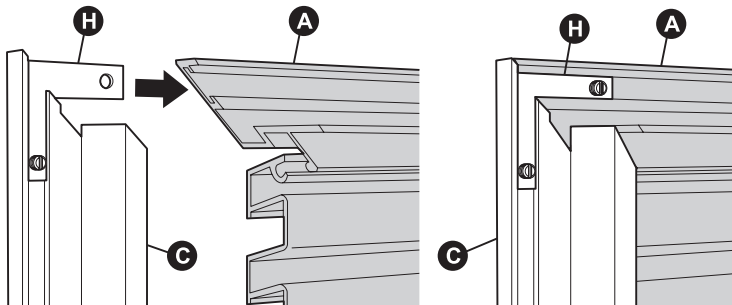

Figura 5
5. Una cada moldura lateral (B y C) con la moldura superior (A). Asegúrese de que los extremos de la parrilla ya armada queden atrapados en el canal de cada moldura lateral, y luego utilice cinta para mantener las piezas en su lugar. Fije cuidadosamente los soportes (H) a la moldura superior (A) ajustando los tornillos de fijación (I), sólo hasta que queden ceñidos, para evitar que se forme un hoyuelo en el frente de la moldura. Vea la figura 5.